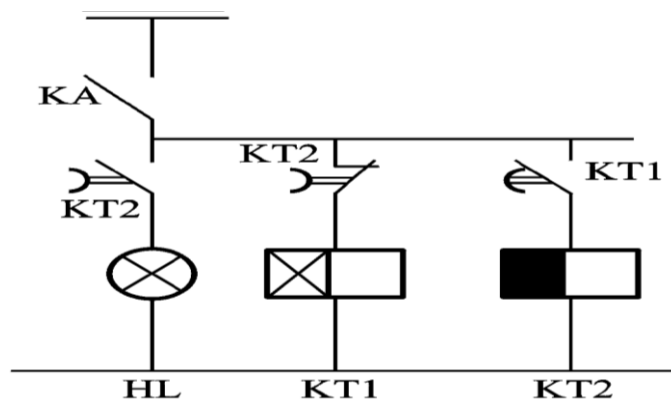

图1-69 闪光电源控制电路
10. 图1-69所示为电厂常用的闪光电源控制电路。当发生故障时，事故继电器KA的动合触点闭合。试分析图中信号灯HL发出闪光信号的工作原理。